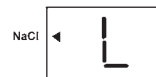

Abb. 19
3. Durch die Tasten **↓↑** wählen Sie „L“ (Abb. 19)